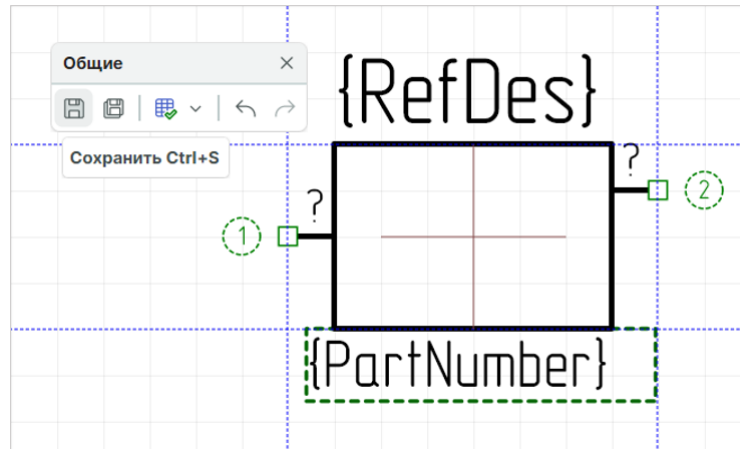

Рис. 186 Создание и сохранение УГО для базового типа представления (при повороте на 0°)
1. Создайте графику УГО, разместите выводы, заполните всю необходимую информацию по атрибутам и стилю их отображения, нажмите «Сохранить» на панели инструментов «Общие», Рис. 186.